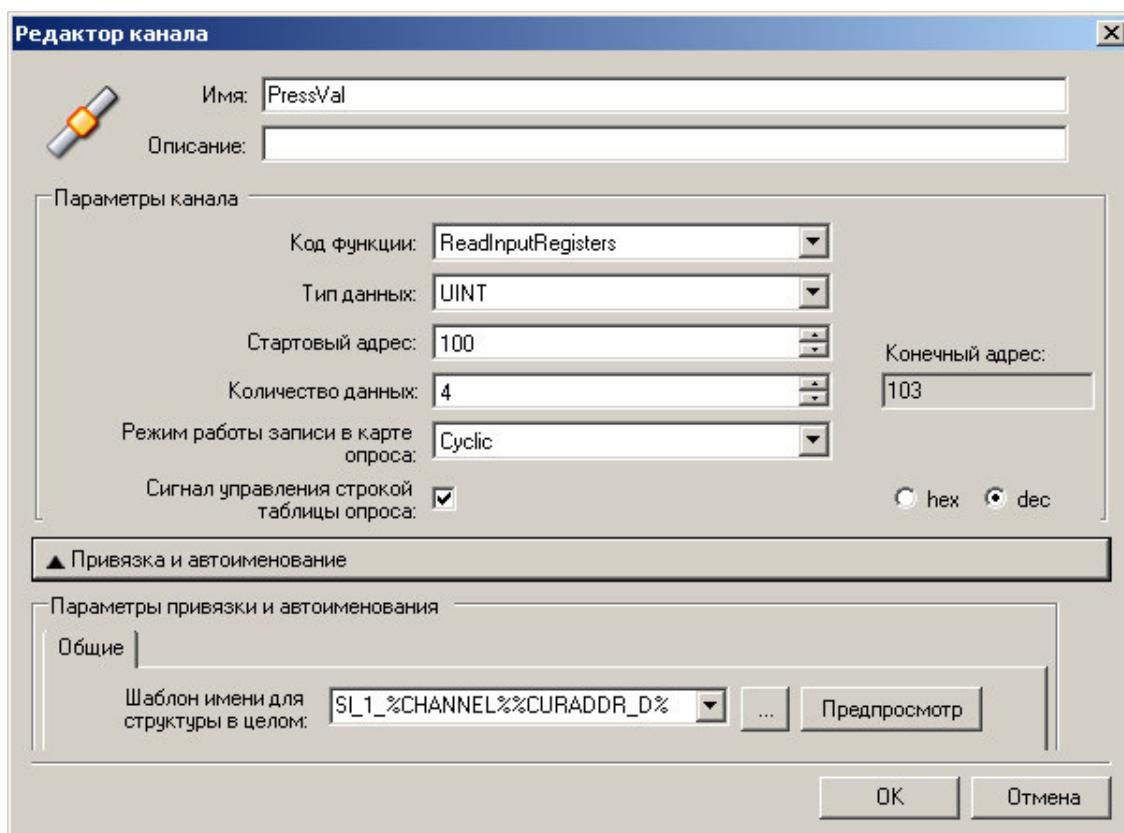

Рисунок 3.33 – Модуль MBMRTU Server (Slave). Создание канала
- 4 В окне "**Редактор канала**" (рисунок 3.33) в поле **Имя**: задать имя канала, в поле **Описание**: текстовое описание канала.